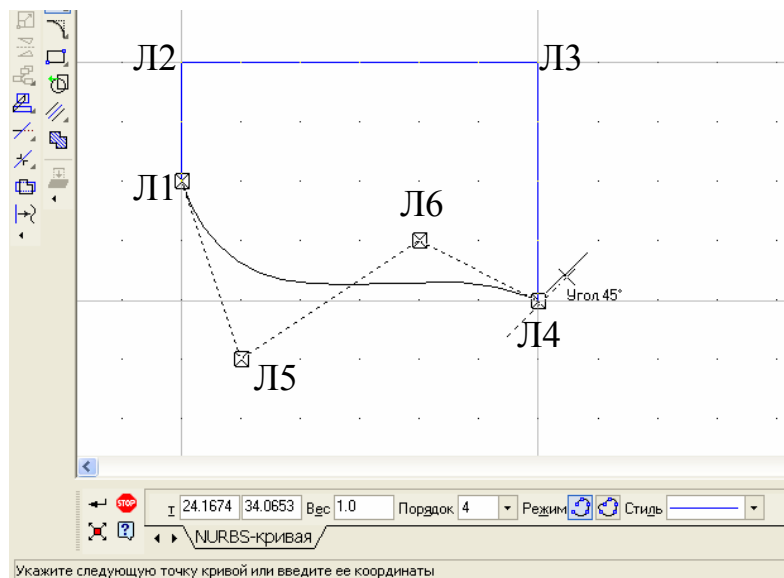

Рисунок 12
8.8 Для построения символа печать, используемого на схемах алгоритма, добавьте ниже ранее построенного символа две горизонтальные вспомогательные прямые на расстоянии 20 мм. Выберите команду **Ломаная** и последовательно задайте ее вершины Л1 – Л4 . (рисунок 12). Зафиксируйте созданную ломаную, нажав кнопку **Создать объект**.
Команда **NORBS**  позволяет строить нерегулярный рациональный В-сплайн. Вызовите команду **NORBS** и последовательно задайте точки Л1-Л5-Л6-Л4 (рисунок 12). В полях Панели свойств задаются характеристики кривой по умолчанию – вес каждой характерной точки и порядок кривой.